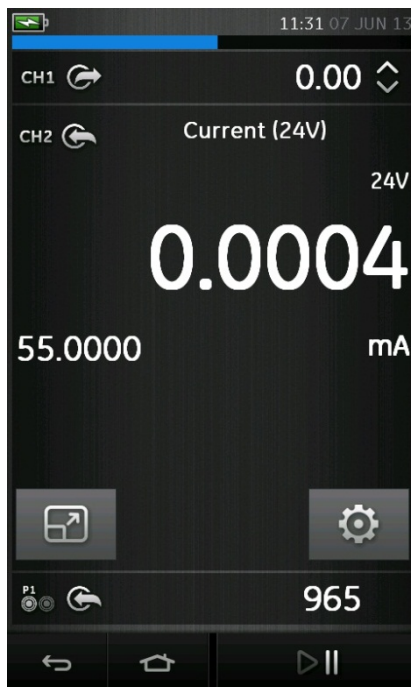

Рисунок 2-9. Окно калибратора (расширенный)
- Рисунок 2-9 отображает выбранный канал в расширенном виде и минимизирует оставшиеся каналы.